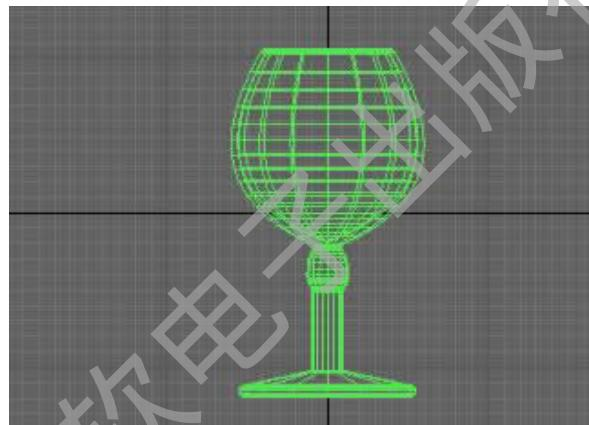

图 2-51 加车削修改器
Step 4. 进入修改类表选择“撤销修改器”, 在参数面板中将对齐方式改为最小, 如图 2-51。